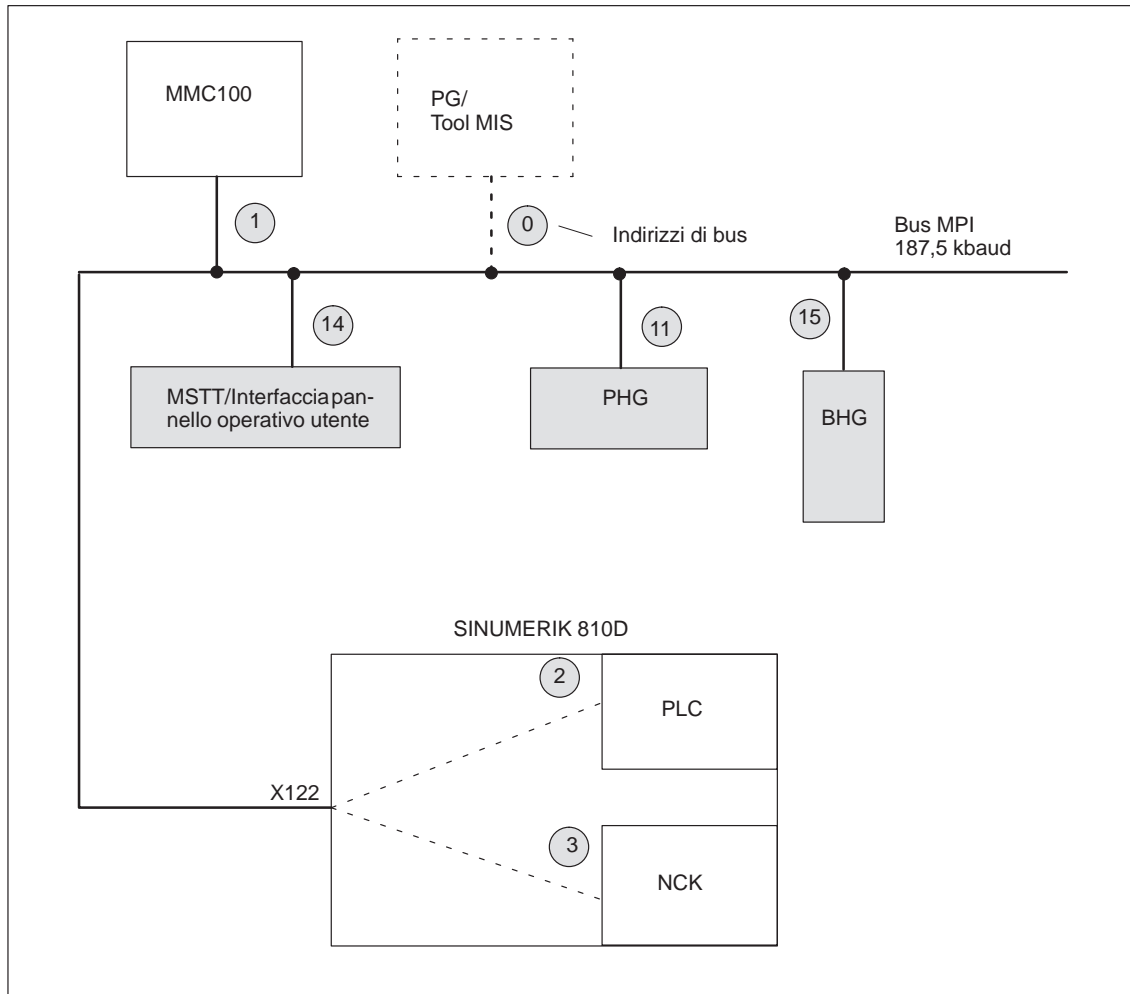

Figura 3-5 Esempio di progettazione di una MSTT (oppure PHG) e BHG nel SINUMERIK 810D
2. Rilevare dalla figura 3-5 i dati per la ricezione e la trasmissione e inserirli nell'apposito campo.